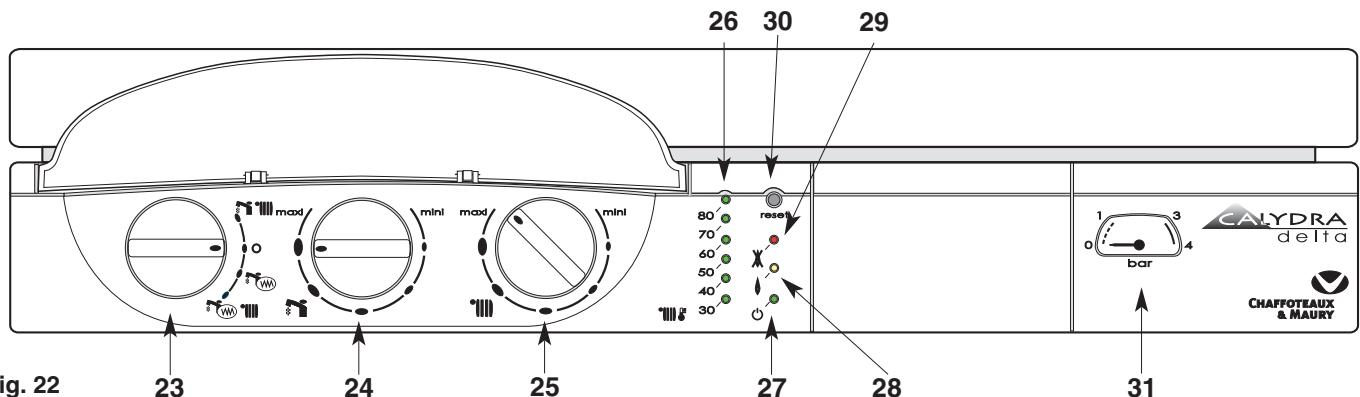

Fig. 22
Tableau de bord (fig. 22)
- Placez le commutateur **23** (fig. 22) en position  voyant vert **27** allumé ; le voyant orange **28** (fig. 22) s'allume chaque fois que le brûleur entre en fonction.
Le bouton de réglage du chauffage **25**  (fig. 22) donne la possibilité d'ajuster la température de l'eau du circuit de chauffage en fonction des besoins saisonniers.
*Ne pas oublier de le rouvrir en début de saison de chauffage, lorsque l'on replace le commutateur **23** (fig. 22) en position .*